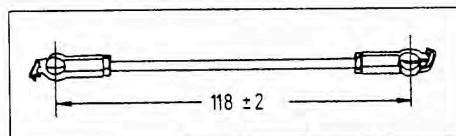

Bild 356
- Den Rohrstützen am linken Heizklappen-Kasten ausbauen (Bild 356).